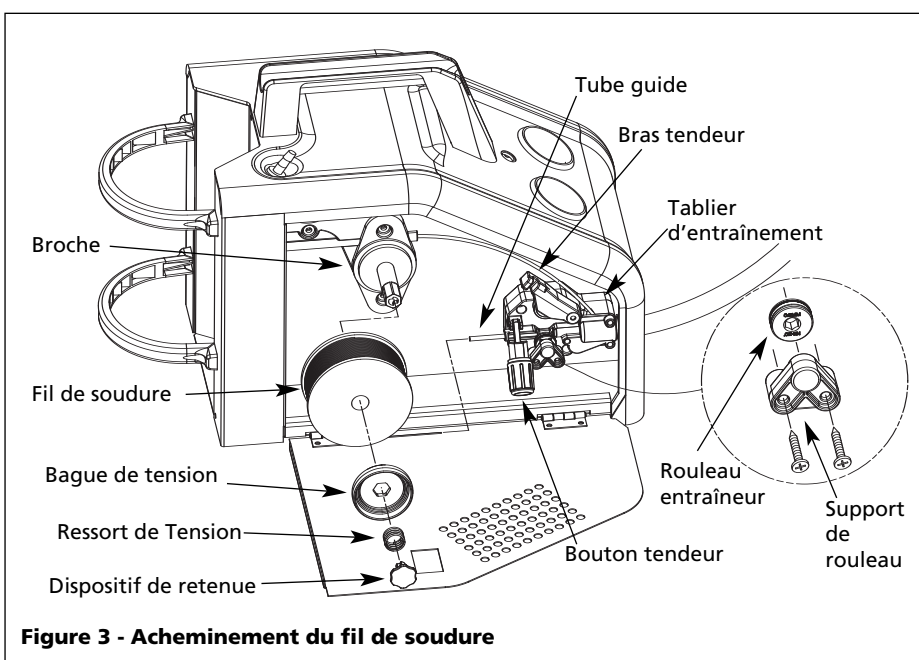

Figure 3 - Acheminement du fil de soudure
- Le diamètre du fil de soudage s'agence à la rainure du rouleau entraîneur sur le mécanisme d'alimentation du fil (voir figure 3). Le rouleau entraîneur est marqué en tailles métriques : 0,6 mm, 0,8 mm - 0,9 mm.